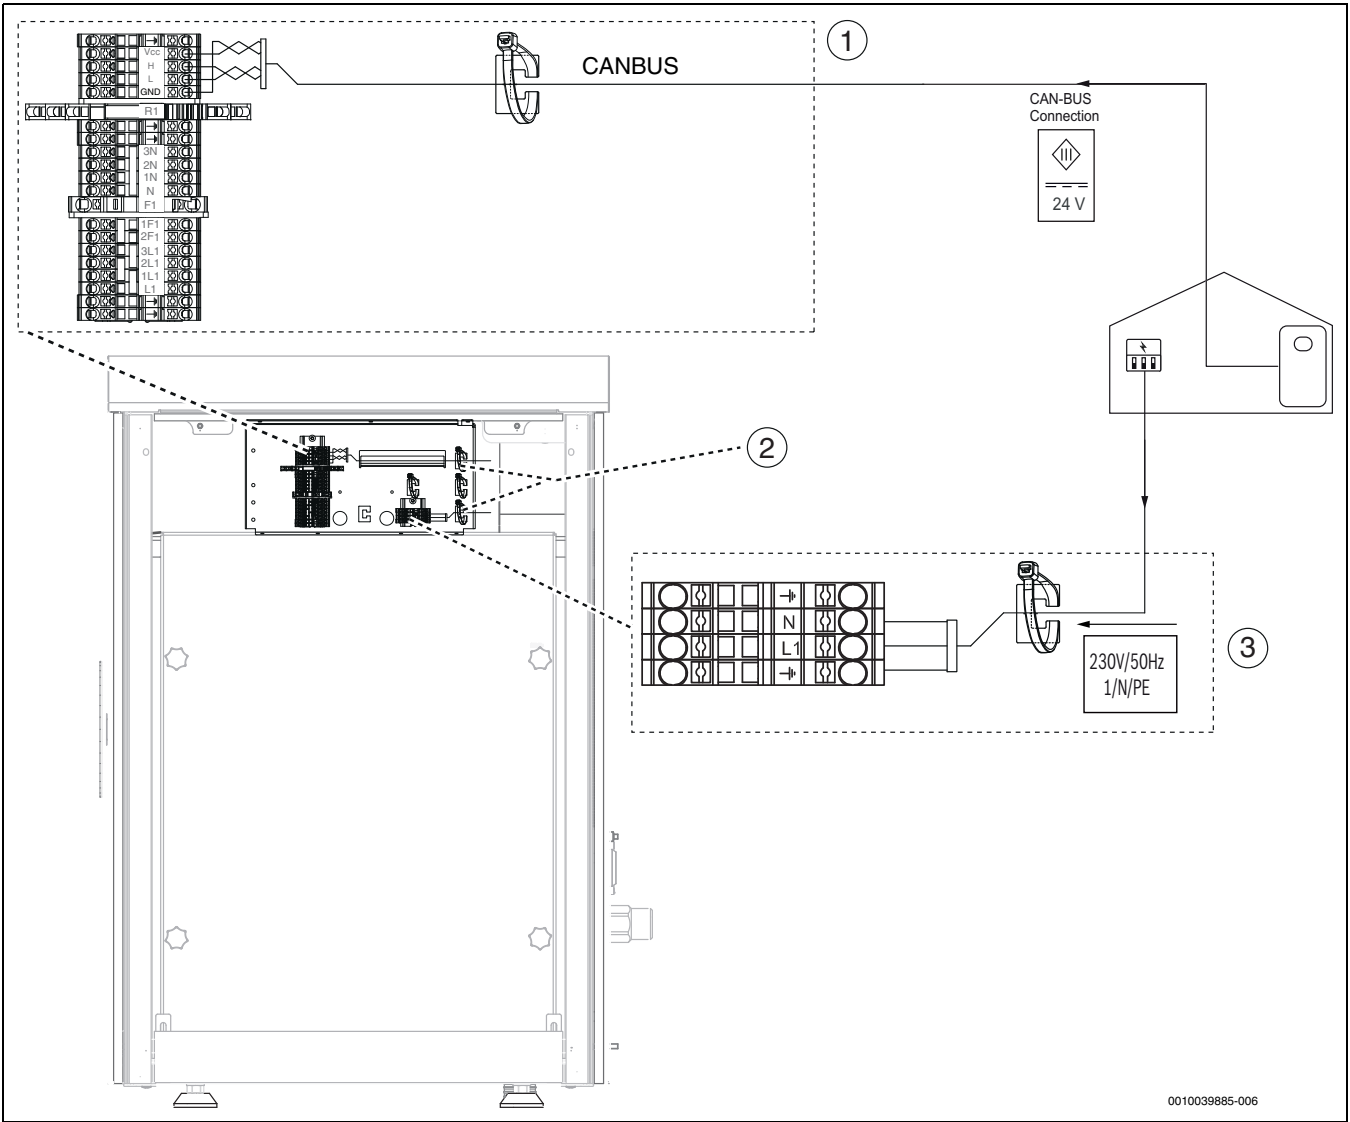

Bild 40 Klemmenkasten
- ▶ Kabel wie in →Bild 40 gezeigt anschließen.